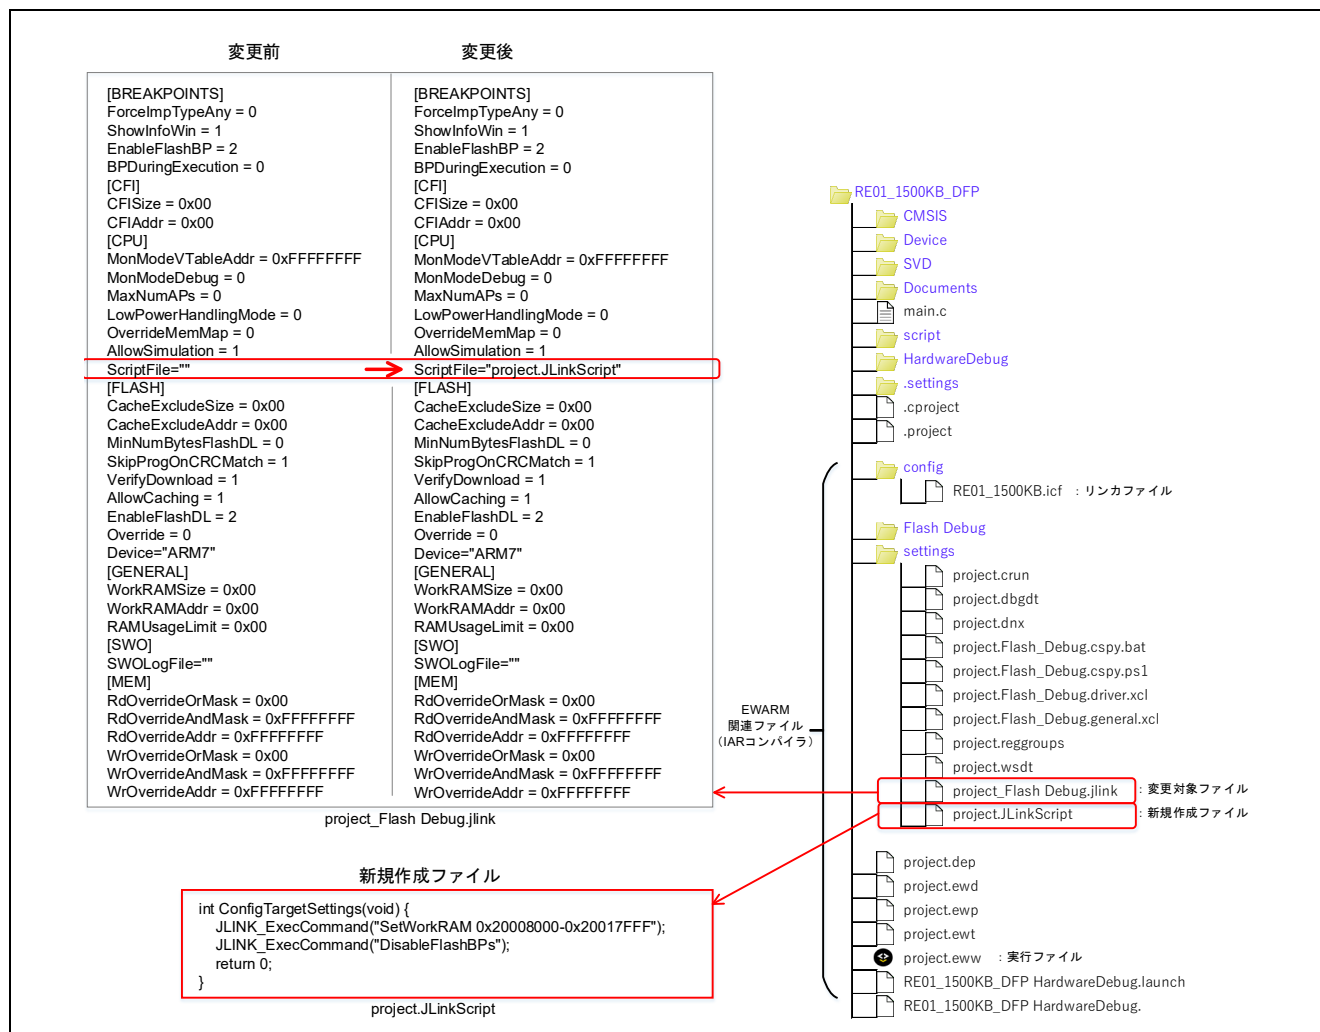

図 9-5 内蔵フラッシュメモリ領域へのソフトウェアブレイクポイント設定禁止例 (EWARM)
- EWARM でプロジェクトを開き、初めて J-Link OB を起動すると生成される[プロジェクト名]_Flash Debug.jlink ファイルを図 9-5 を参考に編集し、任意の名前のスクリプトファイルを新規作成してください。